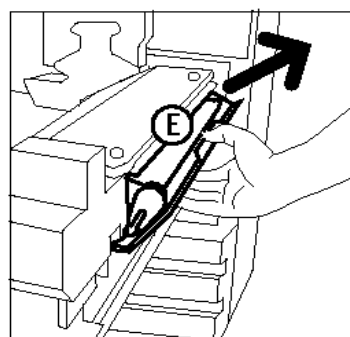

Figure 45 : Retrait de la bande de nettoyage
- 5** Abaissez lentement la bande de nettoyage (E) et tirez-la vers la droite pour la retirer de la machine (voir la figure 45).